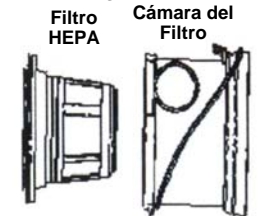

Fig. 9
4. Sacar el filtro HEPA de la cámara del filtro. (Fig. 9)